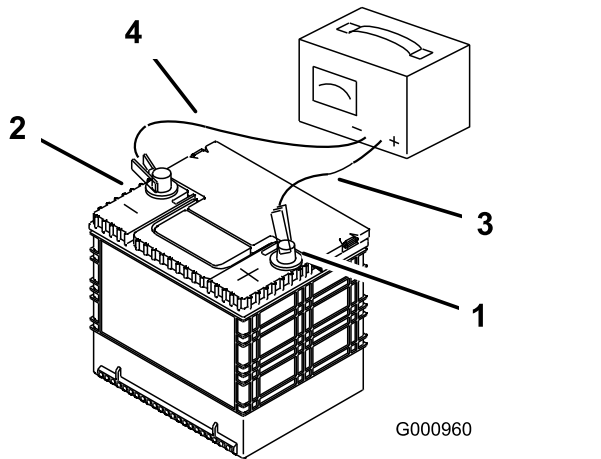

図 44
- 充電が終わったら、チャージャのプラグをコンセントから抜いてから、チャージャのリード線をバッテリー端子から外す 図 44。